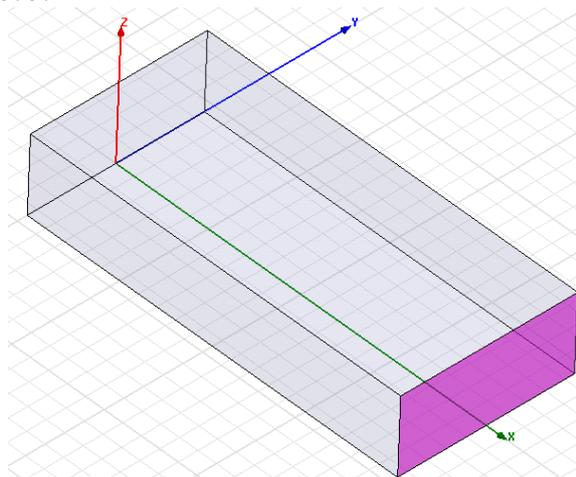

Рис. 6.6. Выделение стороны бокса, на которую назначается порт
2. Нажмите поверхность бокса, которая параллельна плоскости  $YZ$  при  $X = 2$ , как показано на рис. 6.6.